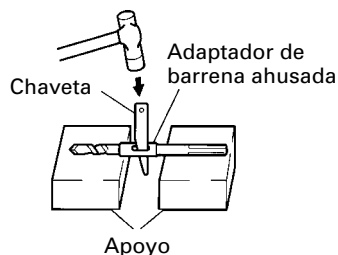

Fig. 13
- (1) Instale la broca con la barrena ahusada en el adaptador de barrena ahusada.
- (2) Ponga en ON el interruptor de alimentación y perfora un agujero de base.
- (3) Después de eliminar el polvo con una jeringa, fije la clavija en la extremidad del anclaje e introduzca el anclaje con un martillo de mano.
- (4) Para sacar la broca con la barrena ahusada introduzca una claveta en la ranura del adaptador de barrena ahusada, ponga apoyos debajo del martillo rotativo y golpee la claveta con un martillo de mano. (Fig. 13)